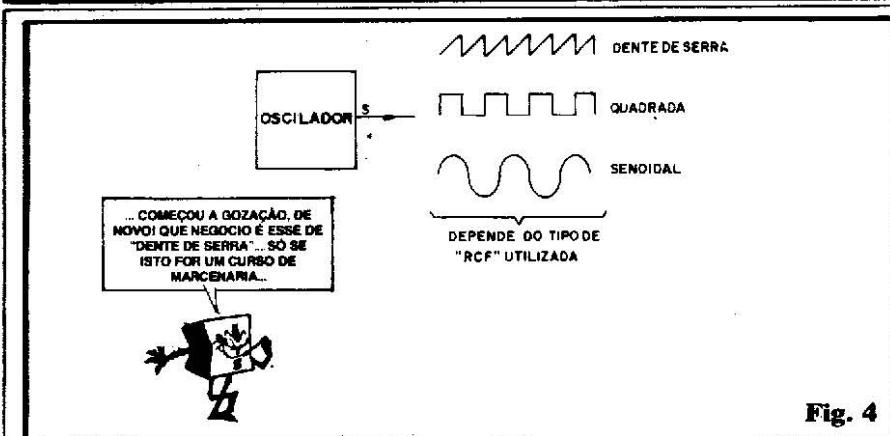

Fig. 4
- FIG. 4 - Falando em “FORMA DE ONDA”, Vocês lembram (ver a 3^a “Aula” do ABC...) que costumamos fazer a representação gráfica das Correntes e Tensões através de um simples nomograma que inclui, “visualmente”, a grandeza TEMPO, e que assim nos permite “ver o desenho” dos aspectos dinâmicos dos fenômenos elétricos... Chamamos a isso de FORMA DE ONDA, porém
nem sempre o tal “desenho” lembra, nitidamente, uma “ONDA” (salvo nas correntes que se manifestam senoidalmente, com a C.A. domiciliar, lembram...?). Os sinais produzidos pelos OSCILADORES, dependendo principalmente da própria rede de Realimentação/Correção de Fase (RCF) utilizada, podem apresentar-se em diversos “formatos”, conforme sugerem os gráficos da fig. 4. Geralmente, um acoplamento com Resistor/Capacitor, na RCF, proporciona formas de onda em “dente de serra” ou “quadrada”, enquanto que realimentações via Indutores ou Transformadores permitem obter um formato “senoidal” no sinal gerado... Varemos isso com mais detalhes, quando estudarmos cada caso particular (e suas aplicações). A propósito de “FORMAS DE ONDA”, podemos entender isso através de gráficos, “matemáticas” ou mesmo através da visualização direta, num aparelho chamado OSCILOSCÓPIO (que estudaremos, no devido tempo...), porém, quando a manifestação se encontra em frequência audível, nossos próprios ouvidos podem identificar o “formato”! Instrumentos musicais de som “macio”, suave (como flautas e violinos...) geram um sinal basicamente **senoidal**... Já geradores de ruídos propositalmente agressivos ou irritantes, (como sirenes de alarme ou buzinas de carro) geram um sinal em “dente de serra” ou “quadrado”...).